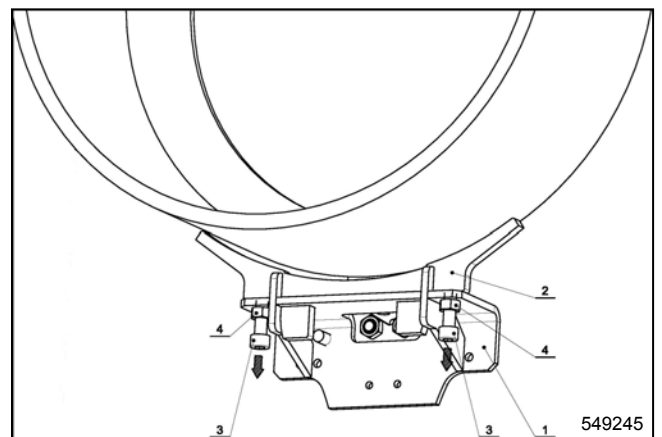

Abb.4.9.1.B
Vor der Inbetriebnahme muss die bewegliche Stütze (2) völlig in die untere Position heruntergelassen werden – Abb. 4.9.1.B. Das Herunterlassen der Stütze (an beiden Walzenenden) in die untere Position nimmt man durch wechselweise Lockerung der Schrauben (3) nach vorheriger Lockerung der Gegenmutter (4) vor. Nach dem Herunterlassen der beweglichen Stütze (2) darf sich die Bügelwalze nicht in Berührung mit der beweglichen Stütze (2) befinden.